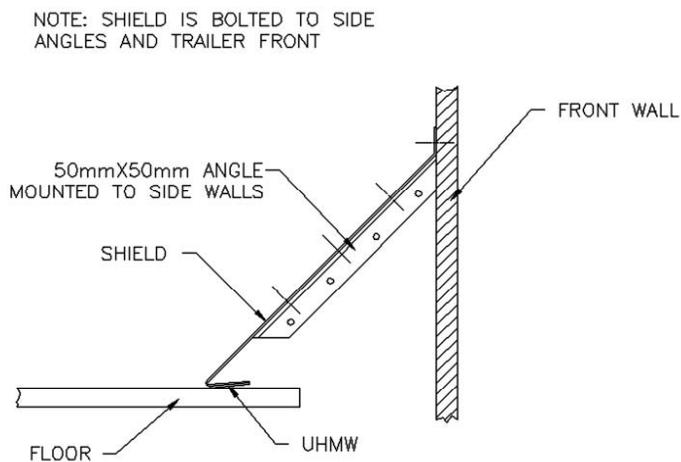

Figure 44
1. Determine dimensions (Figure 44).